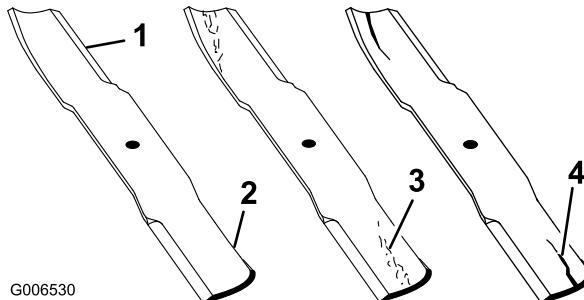

Figura 63
2. Inspeccione los filos de corte (Figura 63).
4. Inspeccione las cuchillas, especialmente la parte curva (Figura 63).
5. Si observa daños, desgaste o la formación de una ranura en esta zona (Figura 63), instale inmediatamente una cuchilla nueva.